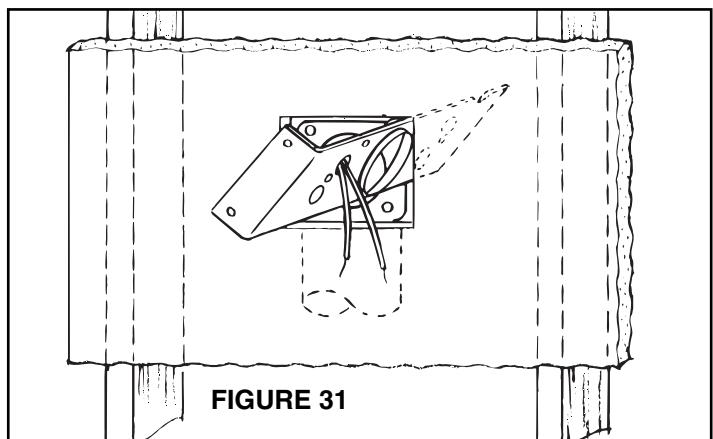

FIGURE 31
- Retirez le cadre du support de montage. Tirez le câble de basse tension à travers le trou du support et insérez le support dans la découpe. Fixez le support au raccord à bride avec les quatre vis fournies. Assurez-vous que la soudure est sûre entre le raccord à bride et le support de montage (Figure 31).